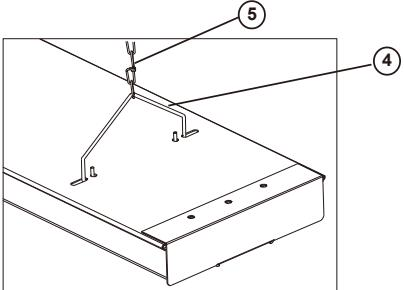

Figure 2
6. Attach chain supports to rear of fixture by snapping each end into the open slot and hole. –See Fig. 2
6. Junte los soportes de cadena en la parte posterior del montaje; para ello, presione cada extremo en la ranura y orificio abierto. Vea Fig. 2